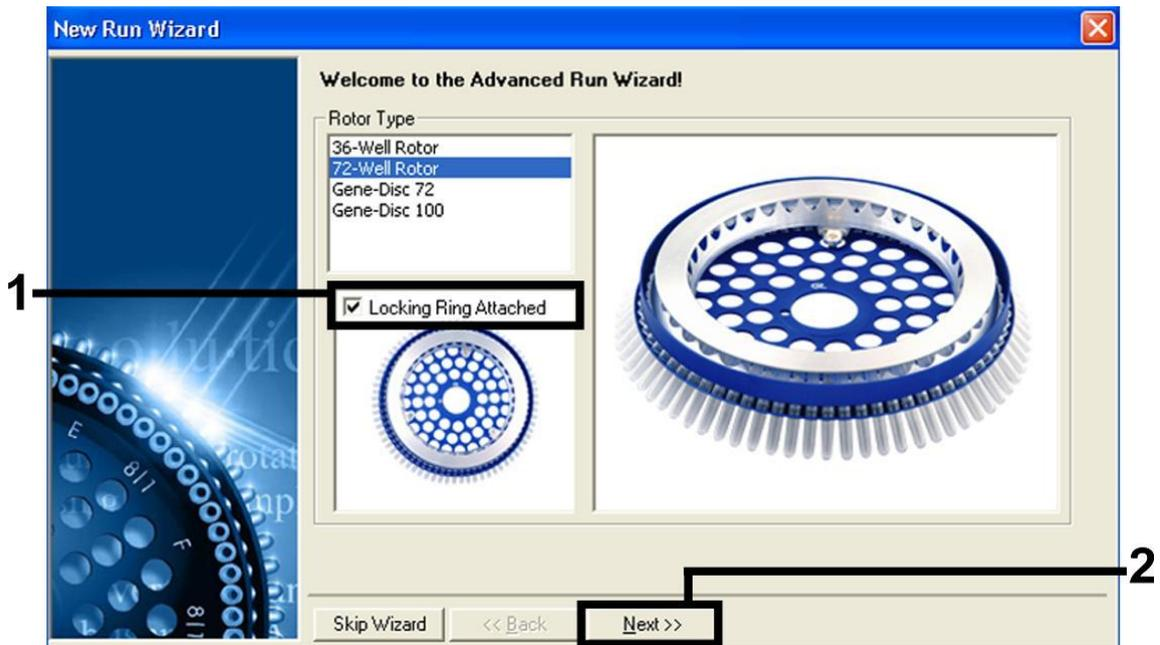

Figura 1. Cuadro de diálogo “New Run Wizard”.
- En primer lugar, abra el cuadro de diálogo “New Run Wizard” (Asistente para nueva serie) (figura 1). Marque la casilla “Locking**